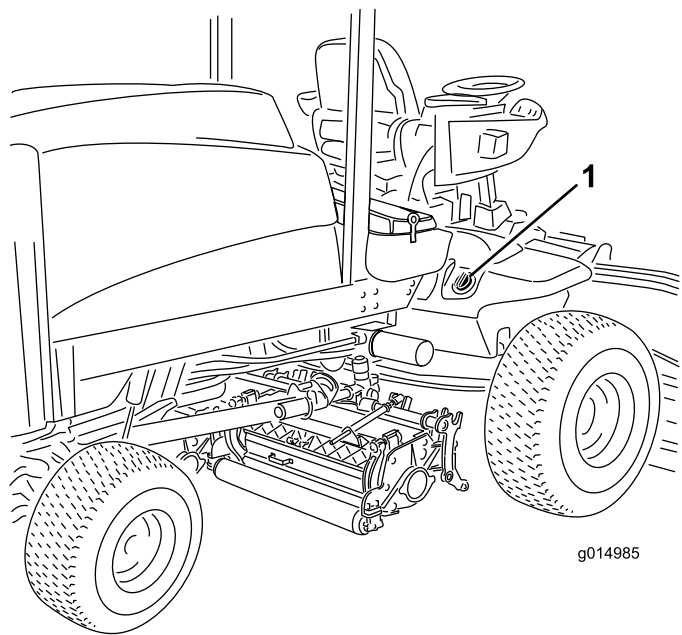

図 38
2. 油圧オイルタンクの注油口周辺をきれいに拭き、キャップ (図 38) を外す。給油口からキャップを取る。